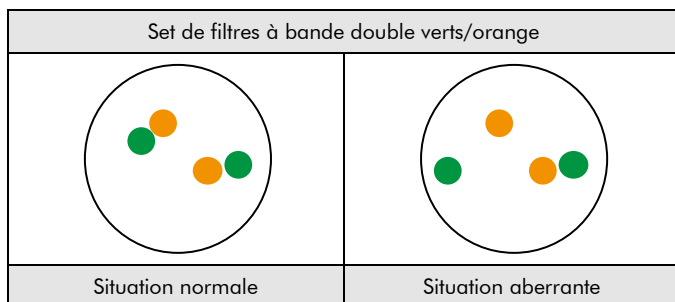

Fig. 2 : Résultats attendus dans les noyaux en interphase normaux et présentant une aberration
**Situation normale :** Dans les interphases de cellules normales ou de cellules sans une translocation impliquant la région du gène COL1A1, deux signaux verts et deux signaux orange apparaissent (voir figure 2).
**Situation aberrante :** Une région du gène COL1A1 affectée par une translocation est indiquée par un signal vert séparé et un signal orange séparé (voir figure 2).